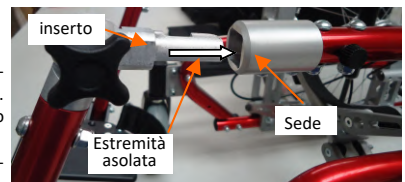

fig.3.1: inserimento tubo poggiatesta versione estraibile
- inserire l'estremità assoluta dell'inserto del montante del tubo poggiatesta nella relativa sede posta sul bordo del tubo del sedile (fig. 3.1) fino a quando non si avvertirà uno scatto ad indicare l'innesto dell'inserto nella sede.